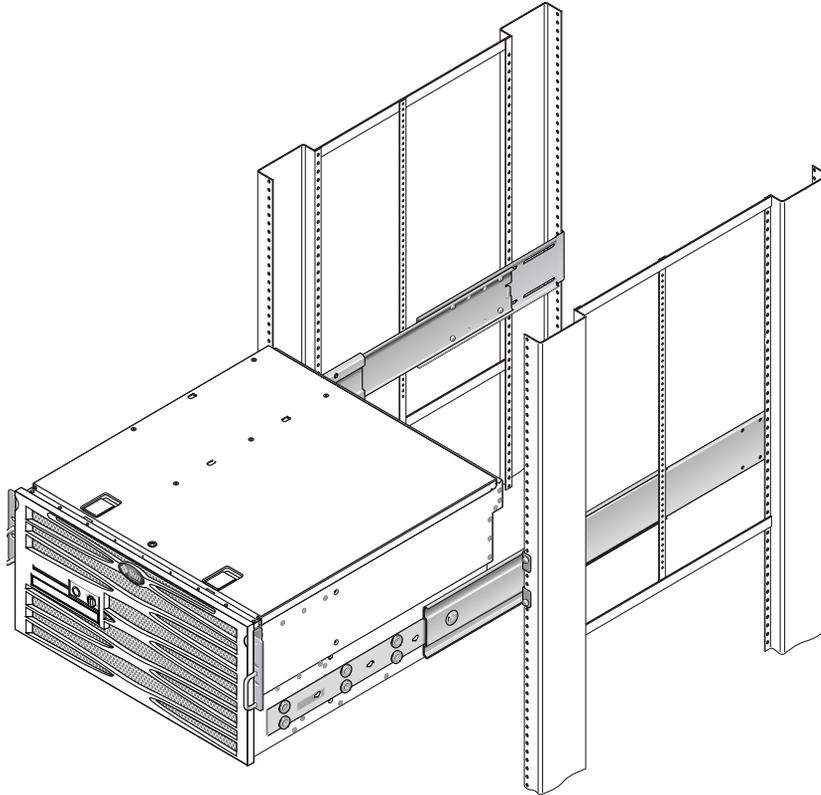

FIGURE 3-13 Coulisement du système dans le rack
14. Enfoncez les boutons des glissières et faites glisser le système jusqu'au fond du boîtier dans le rack (voir FIGURE 3-13).